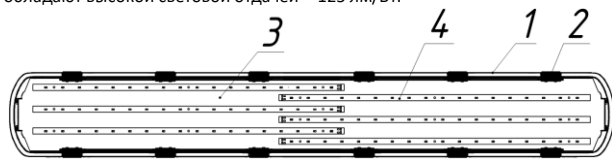

Рисунок 2 – Конструкция внутренней части светильника (без рассеивателя).
3.1. Светильник Geniled ЛСП состоит из основных частей (см. рисунок 2):
- 5.4. Снимите стальную пластину. Для этого переведите поворотные держатели 1 в необходимое положение (Рисунок 2, п.1).
- 5.5.1. Проведите кабель питания через герметичный уплотнитель (Рисунок 2, п.3) внутрь корпуса и подключите к клеммной колодке светильника. При этом необходимо соблюдать полярность соединения проводов: коричневый/красный – «+», синий/черный – «-». Вложите клемму с кабелем внутрь трубы.